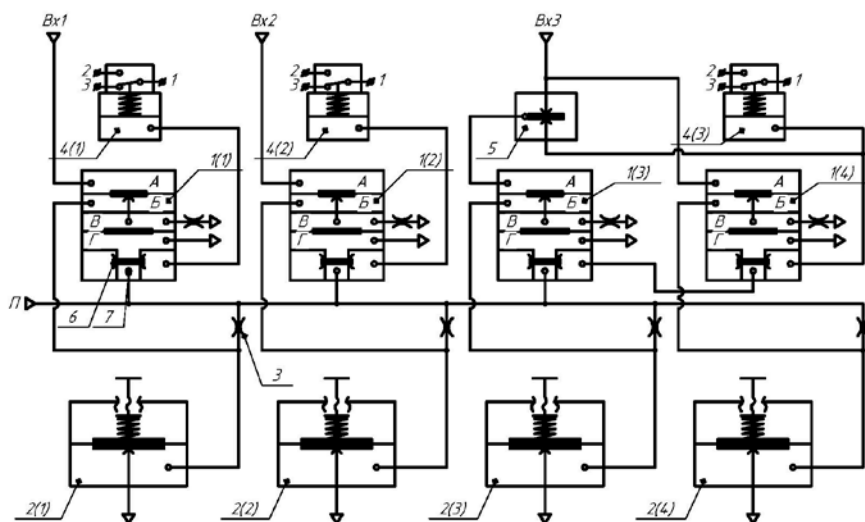

Рис. 2
Принцип действия преобразователя основан на сравнении в компараторе типа КАМП меняющегося давления входного сигнала и настраиваемого постоянного давления подпора, которое формируется при помощи делителей, состоящих из нерегулируемых дросселей типа САМП.4-2 (3) и пневмозадатчиков П23Д.3 2(1) — 2(4) (рис.2).
формируется сигнал «О». Если давление в камере «А» превышает давление в камере «Б», то под действием давления питания диск (6) перемещаясь вверх, открывает сопло (7) и на выходе компаратора формируется сигнал «1» ($0,14 \pm 0,014$ МПа). Принципиальная схема преобразователя изображена на рис.2.